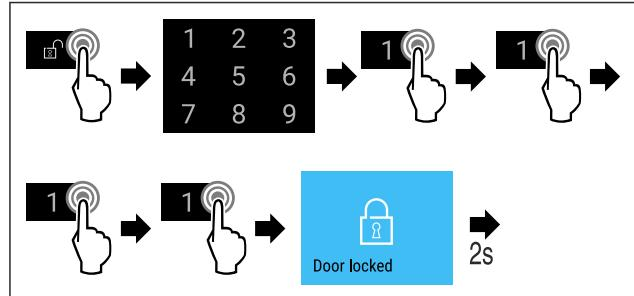

Fig. 75 Bloquear la puerta con el código de puerta 1 1 1 1.
- Seguir los pasos de procedimiento (consulte Fig. 75).